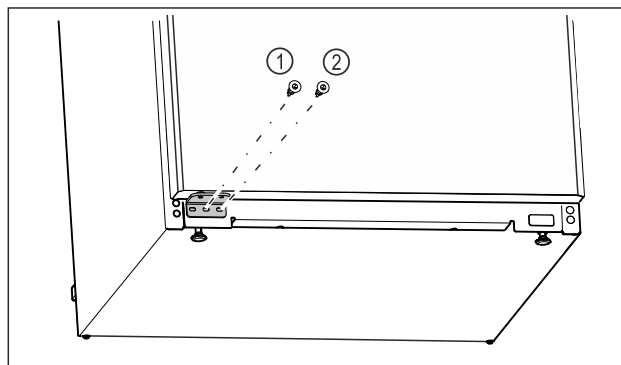

Fig. 23
- ▶ Serrer la vis centrale du support de palier *Fig. 23 (1)* avec un tournevis Torx 20.
- ▶ Serrer la vis intérieure du support de palier *Fig. 23 (2)* avec un tournevis Torx 20.